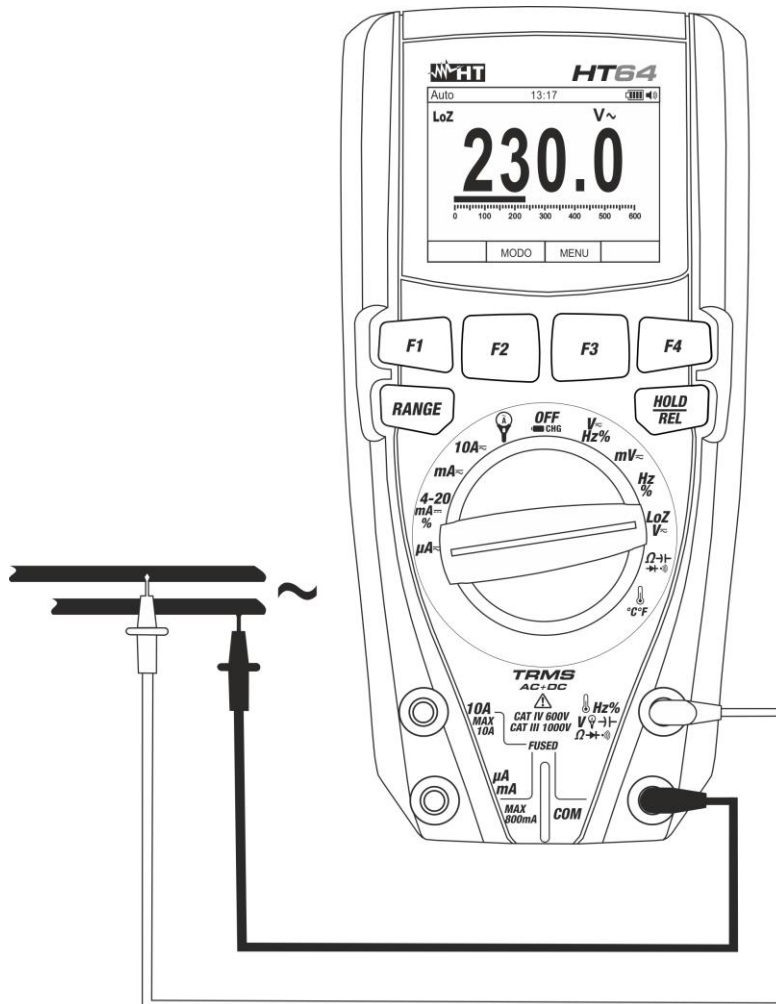

Fig. 24: Uso do instrumento para a Medição de Tensões CA/CC com a função LoZ
4. Colocar a ponteira vermelha e a ponteira preta respetivamente nos pontos do circuito em exame (ver Fig.24) para a Medição de Tensões CA ou nos pontos com potencial positivo e negativo do circuito em exame (ver Fig.22) para a Medição de Tensões CC. O valor da tensão é apresentado no display.